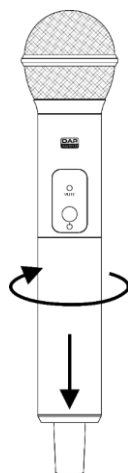

Fig. 08
- 01) Gire la cubierta del compartimiento de las pilas en sentido de las agujas del reloj para aflojarla. Retire la cubierta del compartimiento de las pilas (Fig. 08).